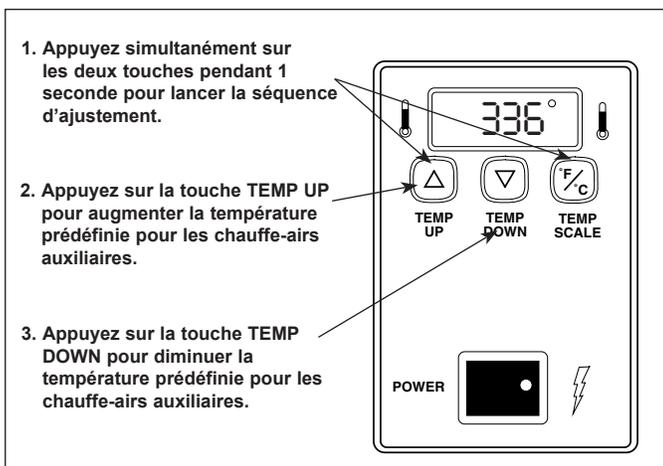

Figure 6. Réglage de la température prédéfinie pour les chauffe-airs auxiliaires
2. Appuyez sans relâche et simultanément sur les boutons TEMP UP et TEMP DOWN pendant plus d'une seconde, jusqu'à ce que l'affichage fasse clignoter la température prédéfinie pour la plaque, puis relâchez-les (Figure 6).